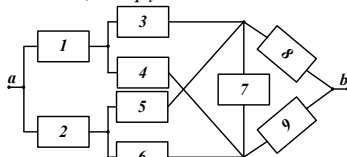

Рис. 5
11. Определить среднюю наработку до отказа системы, НФС которой приведена на рис. 5, с помощью метода минимальных путей и сечений. Все элементы системы равнонадежны, т.е.  $p_i=0,9$ .